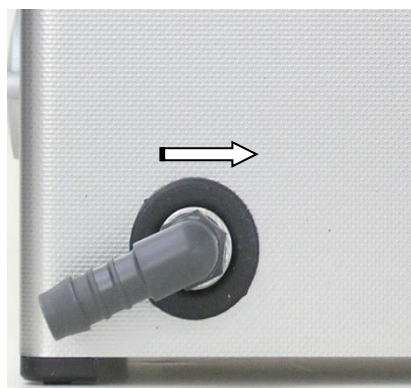

Bild 5.1.2 Ablauftülle montiert
3. Drehen Sie die Schlauchtülle bis in die gewünschte Ablaufrichtung (*siehe Bild 5.1.2*).